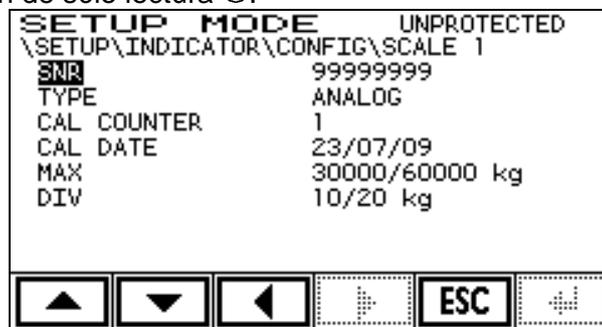

Figura 5.2.1.3.1
Permite ver diferentes parámetros de la báscula 1, tal y como muestra la figura 5.2.1.3.1. Todos estos parámetros son de sólo lectura (L):